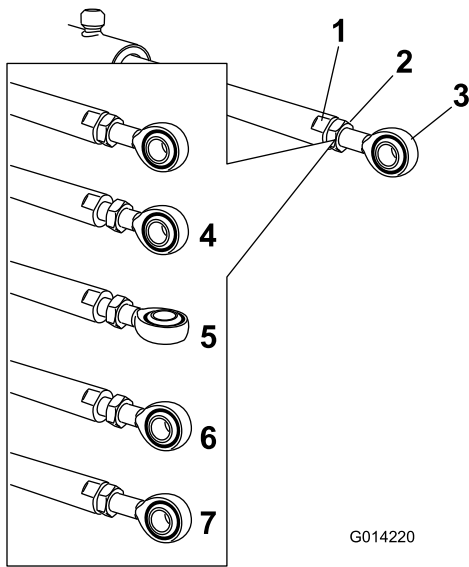

図 110
5. アクチュエータロッドの平たい面にスパナをあてがって回転しないように押さえ、ジャムナットをゆるめて、アiletロッドを調整できるようにする 図 110。
6. アイレットロッドを回転させてアクチュエータを希望の長さに調整する 図 110。